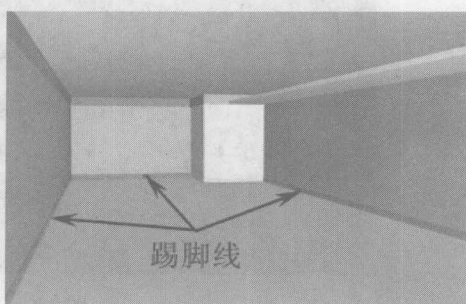

图 1-10 创建的踢脚线
(11) 使用长方体制作出踢角线模型，如图 1-10 所示。踢角线是使用一个长方体制作的，也可以通过复制顶角线的方法制作出踢角线。